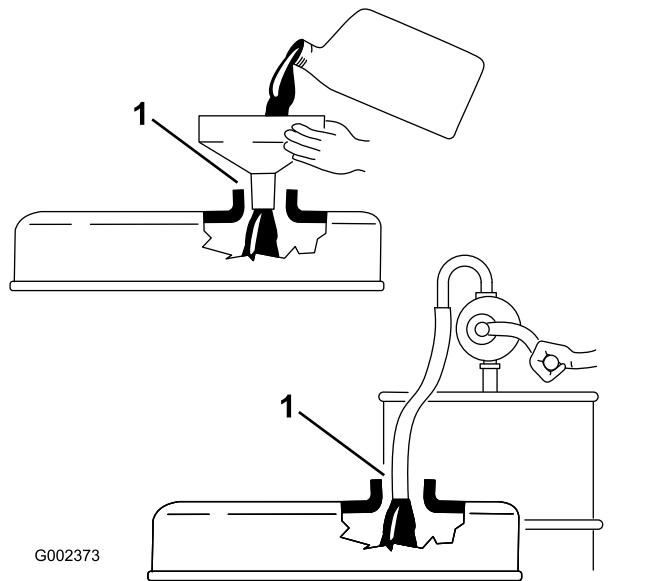

Figure 27
**Important:** Prenez soin de retirer la jauge lorsque vous faites le plein d'huile moteur. Lorsque vous faites l'appoint ou le plein d'huile moteur, il est **indispensable** de maintenir un espace entre le dispositif de remplissage et le trou de remplissage d'huile dans le couvre-culasse, comme montré à la Figure 27. Cet espace est nécessaire pour assurer l'aération pendant le remplissage et empêcher l'huile de déborder dans le reniflard.